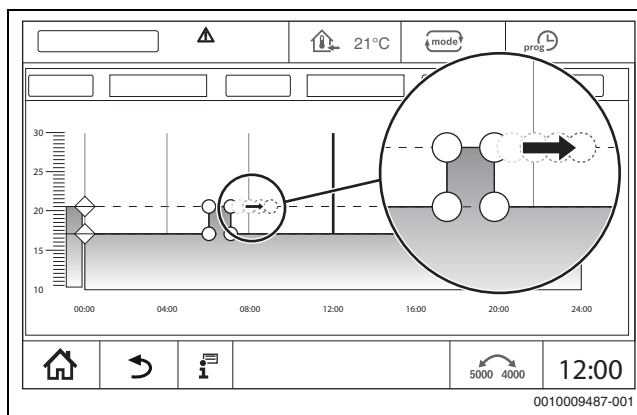

Bild 26 Schaltpunkte verschieben
- Schaltpunkt (→ Bild 26) antippen, eine Sekunde halten und auf die gewünschte Uhrzeit ziehen.